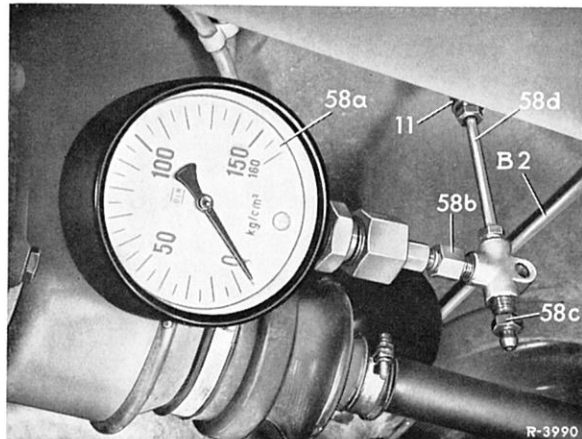

Bild 32–12/4
3 Druckprüfgerät (58) am Verteilerstück (11) in der Druckölleitung (B2) rechts, nach Entfernen der Entlüfterschraube, anschließen (Bild 32–12/4).